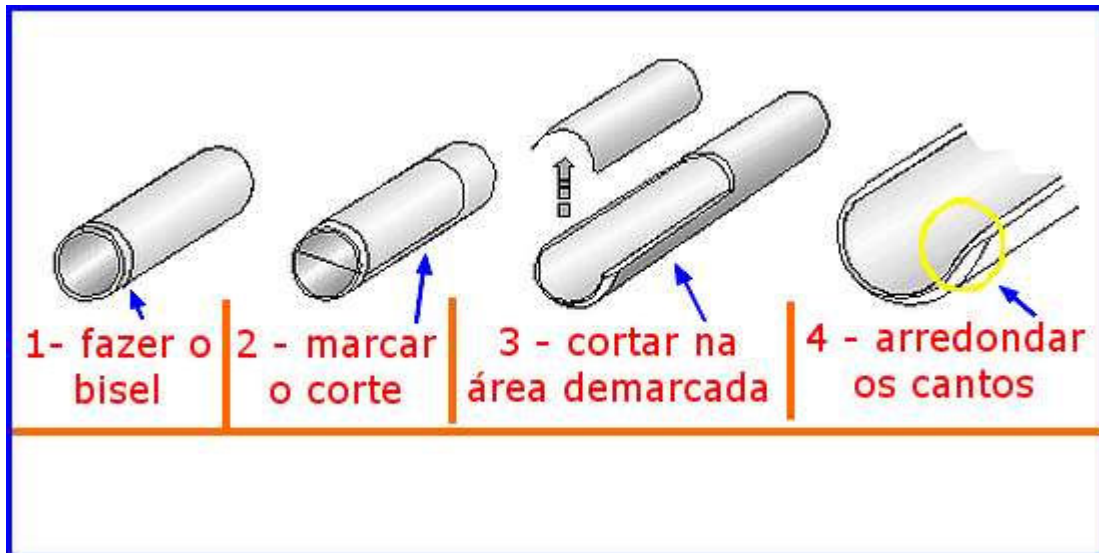

Figura 7 - Diagrama do bisel no cano
**Dica: devido às dimensões do cano, o uso de uma lupa ajudará bastante no ajuste dos cantos arredondados.** (figura 7)